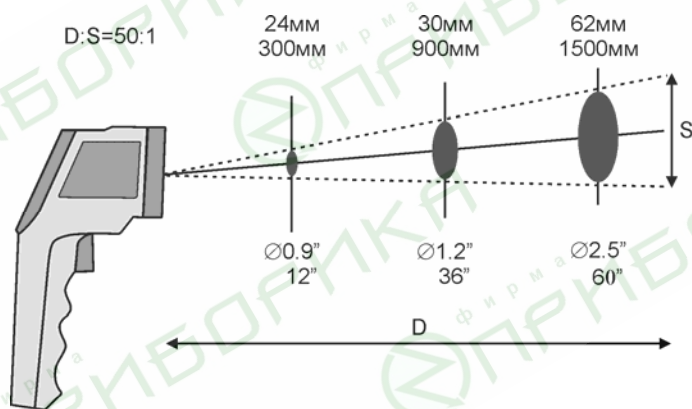

Рис. 5
2. Расстояние и размер пятна контроля: с увеличением расстояния до объекта увеличивается и размер пятна контроля измеряемой области (см. рис.5).